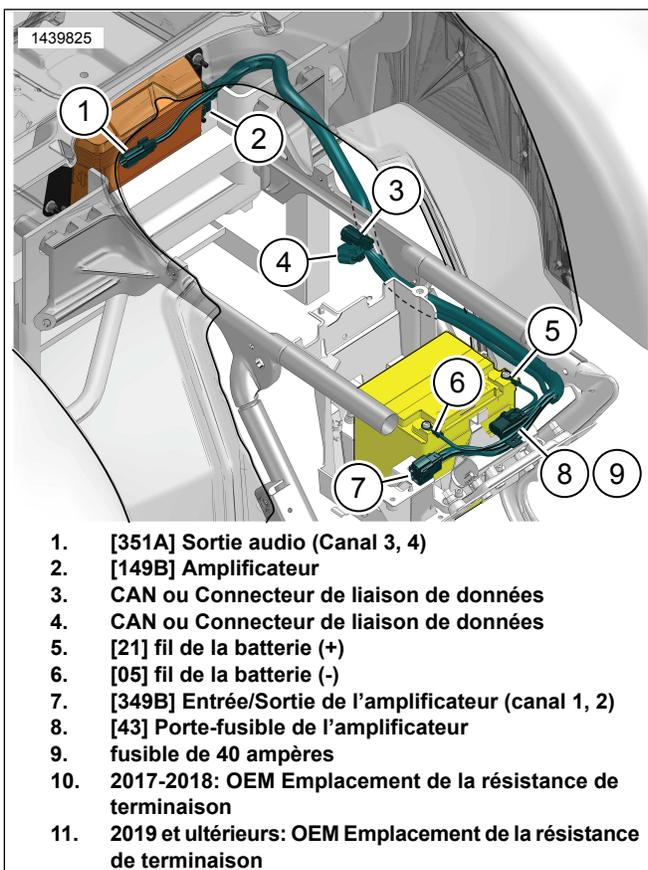

Figure 3. Routage du faisceau de fil de l'amplificateur
1. Voir la Figure 3. Connectez le connecteur [149B] à l'amplificateur.
- f. Placez [91A] (13) du faisceau externe au-dessus de [91B]. Fixez à l'aide d'attaches de câble.
- a. Voir la Figure 3. Localisez le connecteur du véhicule [319A] et le bouchon de résistance qui se termine près de la zone de couverture du côté droit.
7. Voir la Figure 3. Acheminer les articles 5-9 devant la batterie et vers le couvercle du côté droit.
8. Branchez le câble négatif de la batterie (6).
9. Branchez le câble positif de la batterie (5).
10. Sécurisez le porte-fusible d'amplificateur (8) avec le sangle de câble.
11. Voir la Figure 3. Acheminer le faisceau avec le connecteur d'amplificateur sur le côté gauche du cadre.